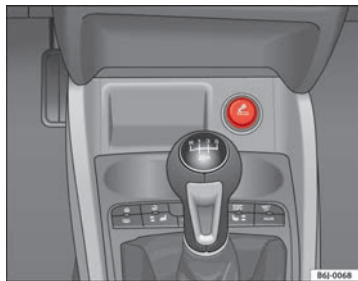

Fig. 86 Encendedor
- Presione el encendedor ⇒ fig. 86 para activarlo ⇒ ⚠.